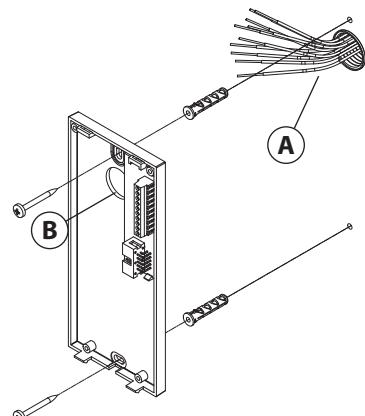

Fig. 5
5. Collegare il connettore maschio **D** al connettore ferminna **E** come mostrato in **Fig. 5**.